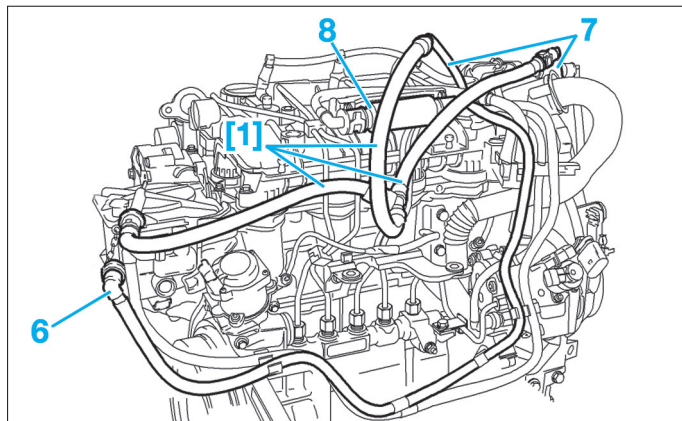

FIG. 62
Raccord de purge du circuit de carburant (Ref PSA : 4244T) (Fig.62).
- Débrancher la canalisation de sortie de carburant en (6) du filtre puis brancher l'outil [1] en lieu et place (Fig.62).
- Obturer la canalisation (6).
- Débrancher les canalisations de retour carburant (7) puis brancher l'outil [1] en lieu et place.
- Actionner pendant 2 min la pompe d'amorçage manuelle (8) pour amorcer le circuit carburant.
- Actionner plusieurs fois la pompe d'amorçage (8).
- Actionner simultanément le démarreur et la pompe d'amorçage manuelle (8) jusqu'au démarrage du moteur.
- Actionner pendant 30 secondes la pompe d'amorçage manuelle (8) pour évacuer l'eau contenue dans le filtre à carburant (Fig.62).
- Actionner plusieurs fois la pompe d'amorçage manuelle (8) pour amorcer le circuit carburant (Fig.62).